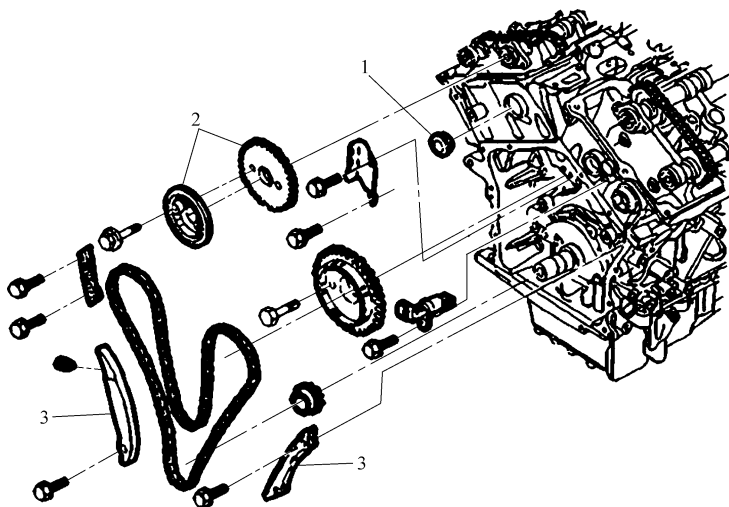

图 16-5 拆卸其他正时部件
- 5) 拆卸检修塞 (图 16-5 中的 1)
- 7) 拆卸凸轮轴齿轮。注意, 拆卸时要先拆卸右侧的凸轮轴齿轮 (图 16-5 中的 2)
- 8) 拆卸底部的正时链条导向装置 (图 16-5 中的 3)。